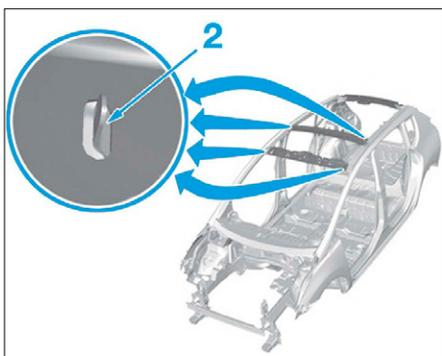

FIG. 149
- Ajuster et positionner la traverse avant, à l'aide de l'ergots de centrage (2) (Fig.149).
- Ajuster et positionner la traverse centrale, à l'aide de l'ergots de centrage (2) (Fig.149).